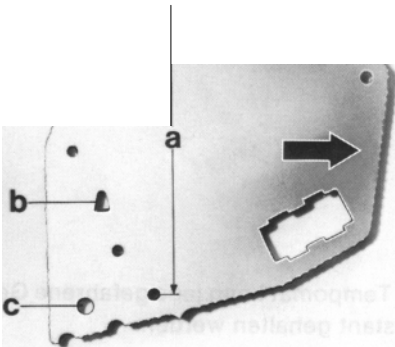

Bild 4
12 Steuergerät (13) an den Löchern (a) des Halters (14) mit den Schrauben (15) so anschrauben, daß der Stecker vom Steuergerät (13) in Pfeilrichtung zeigt (Bild 4).